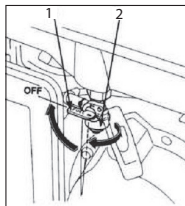

Рис. 9
- Закройте топливный кран (Рис. 9).